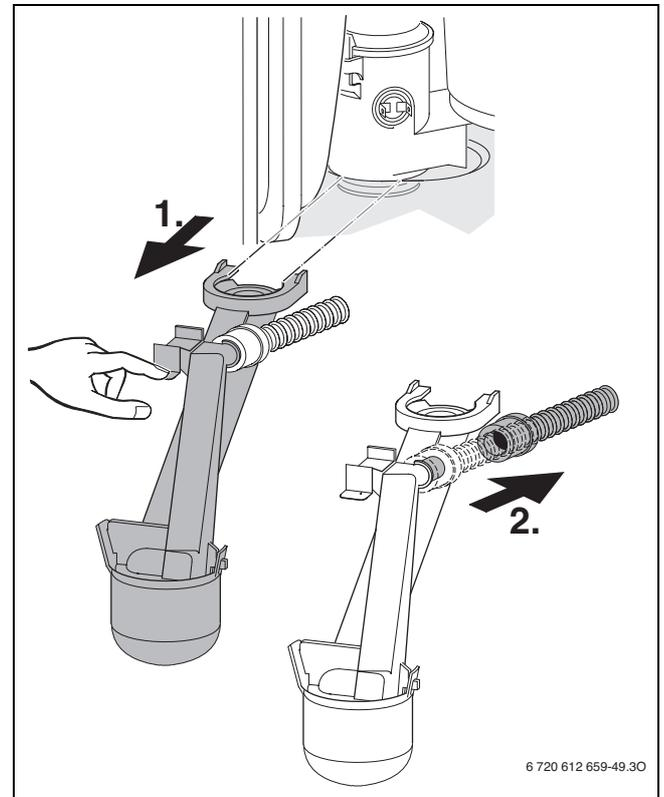

Fig. 63
- ▶ Smontare il sifone di scarico condensa (→ fig. 63), per evitare fuoriuscite di liquidi, posizionare un recipiente adatto sotto il sifone.